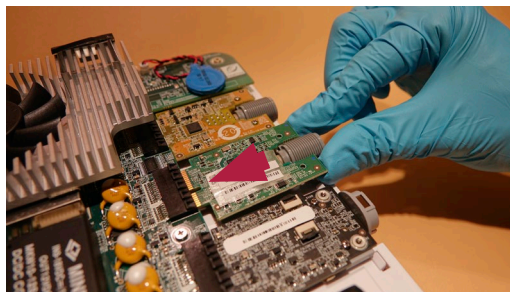

Abbildung 18 Einfügen einer neuen VDI-Karte
h) Setzen Sie die neue VDI-Karte in den Hauptkartenanschluss ein (Abbildung 18)